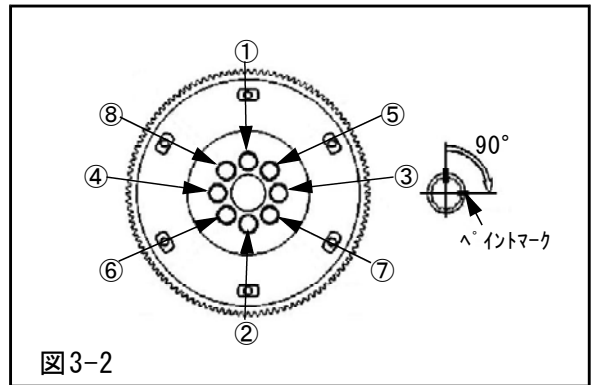

図3-2
- (2) 別途購入したトヨタ純正フライホイールボルト(8本)を用いてフライホイールをクランクシャフトに取付け、SSTを使用してクランクシャフトを固定し、フライホイールボルトを图中的番号順に(対角線上)規定トルクで締付けてください。(図3-2) (P7×1)
ペイントマークを目印にして、フライホイールボルトを图中的番号順に90度締付けてください。ペイントマークがすべて右側にある事を確認してください。(図3-2)